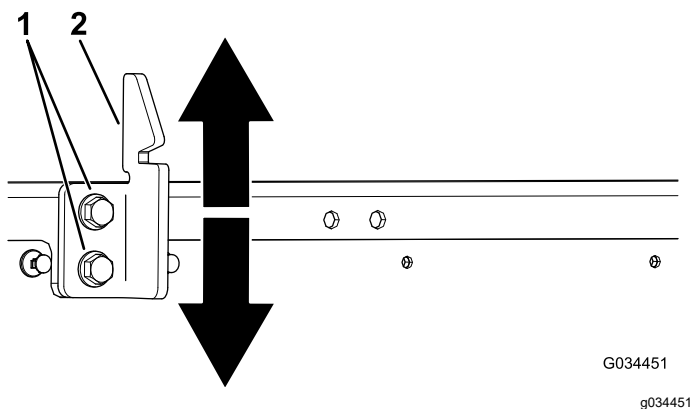

Figura 65
3. Afloje los 2 pernos del cerradero de la plataforma y mueva el cerradero hacia arriba o hacia abajo, dependiendo de si está demasiado alto o demasiado bajo (Figura 65).
4. Apriete los 2 pernos del cerradero de la plataforma (Figura 65).